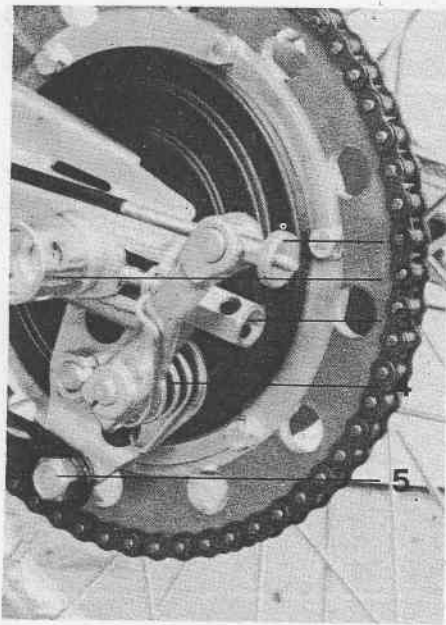

Fig. 39 - Mozzo posteriore
- Volendo togliere completamente il mozzo, svitare il dado di registro (Fig. 39) dell'asta comando freno e sfilare la stessa.